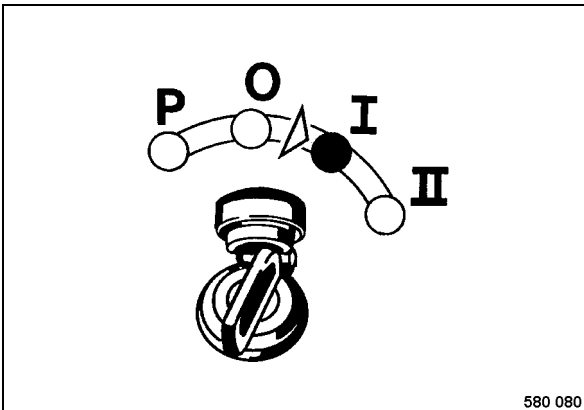

Fig. 105
- Colocar el interruptor de encendido y arranque a posición „I“ (Fig. 105).